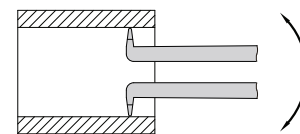
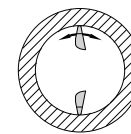

Abb.2
Abb.3
4. Anwendung: Drücken Sie den Bedienhebel, um den Abstand zwischen zwei Messspitzen kleiner als die zu messende Bohrung zu machen. Führen Sie den Messschieber in die Bohrung ein, lassen Sie den Bedienhebel los, um die beiden Messspitzen gut mit der Bohrung in Kontakt zu bringen, schwenken Sie den Messschieber leicht entlang der axialen und radialen Achse der Bohrung, um das axiale Minimum (Abb.2) und das radiale Maximum (Abb.3) zu ermitteln, und erhalten Sie das Ergebnis des Messschiebers. Wenn Sie die Breite messen, suchen Sie bitte den Mindestwert und ermitteln Sie das Ergebnis.